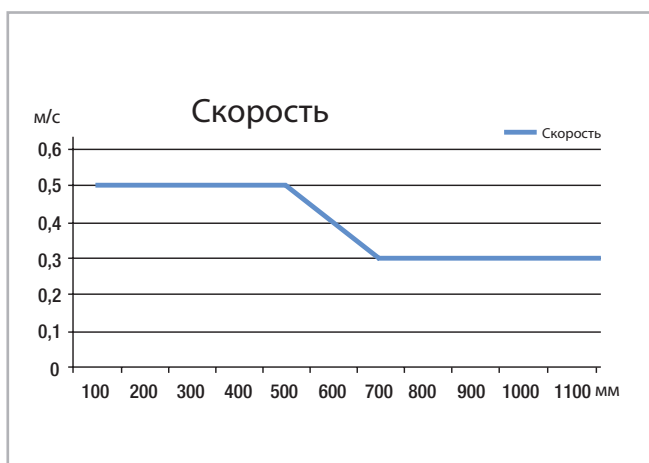

Рис. 22
Скорость выдвижения определяется размером среднего элемента. Иначе говоря максимальная скорость выдвижения обратно пропорциональна общей длине направляющей (см. рис. 22). Максимальная скорость выдвижения также имеет прямую зависимость от прикладываемой нагрузки и режима работы. Указанные значения относятся к постоянной работе под максимальной каталожной нагрузкой.
- Light rail полного или частичного выдвижения отлично подходят для использования в автоматических системах. Однако для этого необходимо обеспечить постоянное значение хода на протяжении всего срока службы и проверить скорость выдвижения (см. стр. LR-22, рис. 22). При переменных значениях хода направляющей (не полном выдвижении) может произойти смещение шарикового сепаратора, что как следствие приведет к увеличению необходимого усилия страгивания и станет дополнительной нагрузкой для привода. Поэтому в рамках рабочего цикла с неполным выдвижением необходимо предусматривать дополнительные холостые срабатывания с полным выдвижением, чтобы сепаратор вернулся в исходное положение.